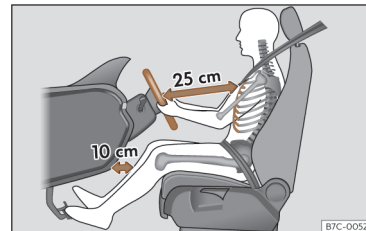

Fig. 31 La distance correcte entre le conducteur et le volant doit être de 25 cm minimum (10 pouces).
- Réglez le volant de sorte qu'il se trouve à une distance d'au moins 25 cm (10 pouces) du sternum >>> **fig. 31** et que vous puissiez le tenir à deux mains sur les côtés, par l'extérieur, les bras légèrement fléchis.